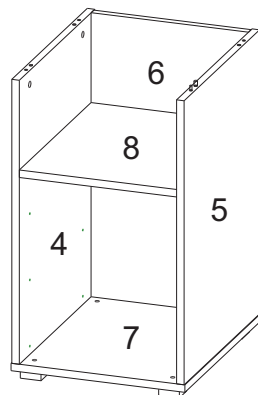

Рис.8
- Соедините деталь 7 с деталями 4,5 при помощи конфирматов 20. (рис.8)